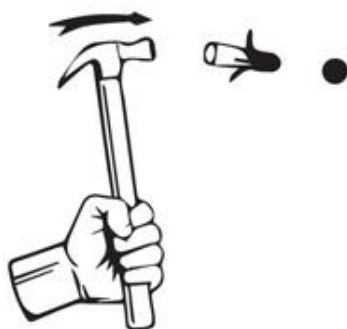

Рисунок 2
5. С помощью молотка забейте два дюбеля в просверленные отверстия в стене (смотрите рисунок 2 ниже).